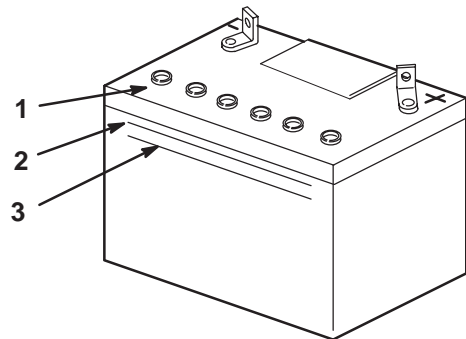

Figure 56
2. Observez le côté de la batterie. Le niveau de l'électrolyte doit atteindre le trait **supérieur** (Fig. 56). Ne laissez pas l'électrolyte descendre en-dessous du trait **inférieur** (Fig. 56).
3. Enlevez les bouchons d'aération de la batterie (Fig. 56).
4. Versez lentement de l'eau distillée dans chaque élément jusqu'au trait **supérieur** (Fig. 56) sur le côté de la batterie.
5. Attendez cinq à dix minutes après avoir rempli les éléments. Ajoutez de l'eau distillée au besoin, pour amener le niveau au repère **supérieur** (Fig. 56) sur le côté de la batterie.